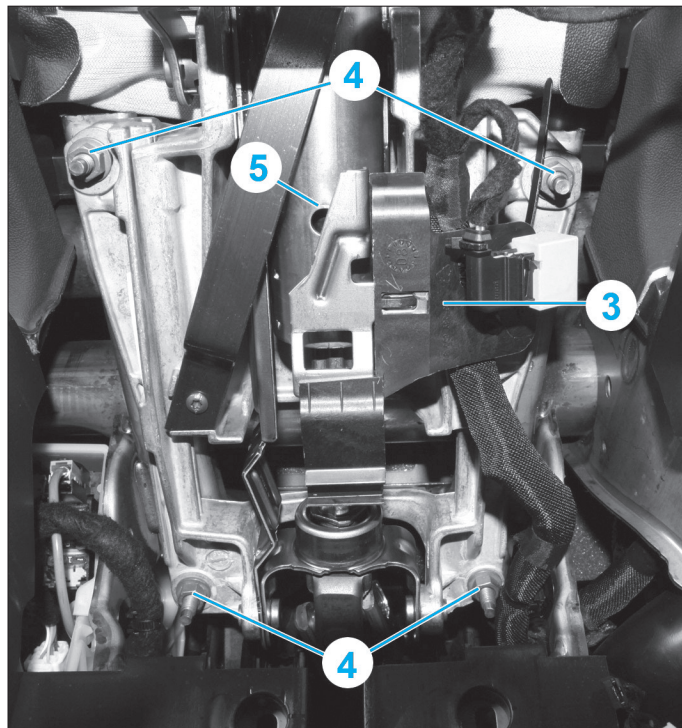

Fig. 10
- Dégrafer et écarter le support du faisceau électrique (3) (Fig.10).
- les 4 écrous (4) de fixation de la colonne sur la traverse,
- la colonne de direction (5).